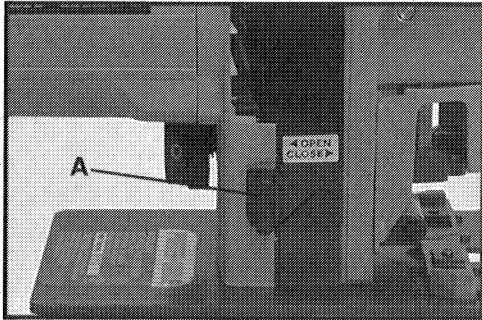

Fig. 9
Estas sierras vienen con un soplador de astillas para mantener el área de corte limpio. El soplador se prende o se apaga al colocar la palanca (A), Fig. 9, en la posición abierta, "OPEN" (soplador prendido) o en la posición cerrada, "CLOSED" (soplador apagado).